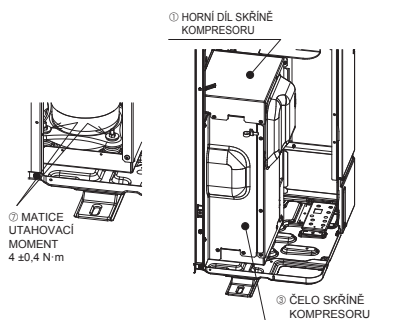

Fig. 4-2
- Po demontáži pevných částí KOMPRESORU nezapomeňte utáhnout matice a pak nasadíte zpět HORNÍ DÍL SKŘÍNĚ KOMPRESORU a ČELO SKŘÍNĚ KOMPRESORU. (Fig. 4-2)